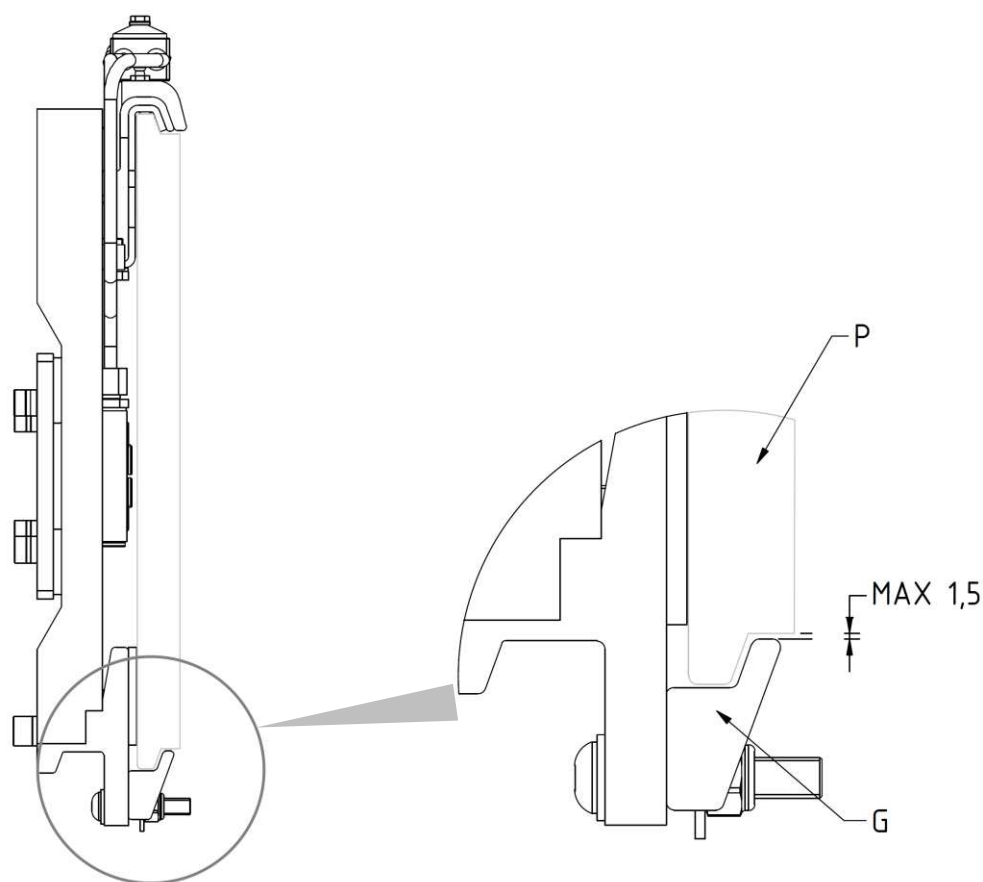
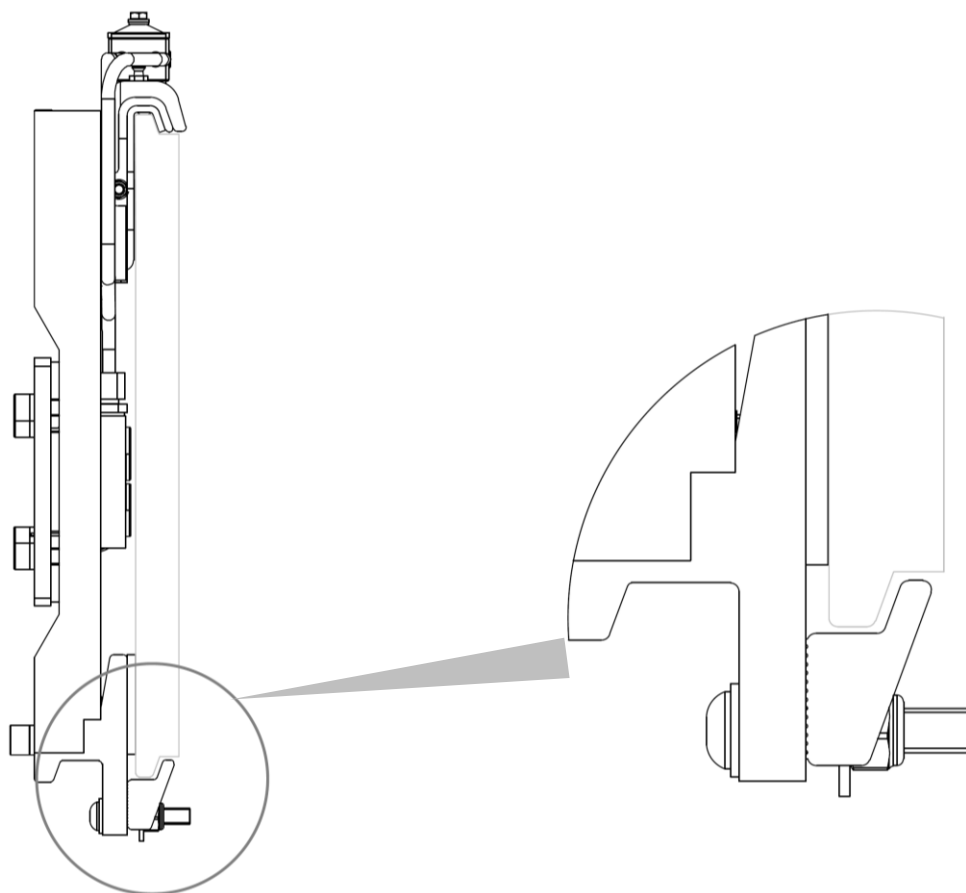

Figura 12
Figura 16
7. Riavvitare i 2 ganci inferiori **G** in modo che il corpo di questi rimanga agganciato anche inferiormente alla piastra porta forche **P** (con gioco max. 1,5mm, vedi *Figura 12*), serrando con coppia di serraggio indicata nella *Tabella 5*.
8. Riavvitare i 2 ganci inferiori **G** in modo che il corpo di questi rimanga agganciato anche inferiormente alla piastra porta forche **P** (con gioco max. 1,5mm, vedi *Figura 16*), serrando con coppia di serraggio indicata nella *Tabella 6*.
3. Controllare il gioco fra la parte inferiore della piastra porta forche e i ganci inferiori dell'attrezzatura, verificando che sia come indicato in *Figura 5/Figura 9/Figura 12 e Figura 16* rispettivamente a pag. 12/15/18 e 21 ed, eventualmente, intervenire sul serraggio delle viti che li sorreggono.